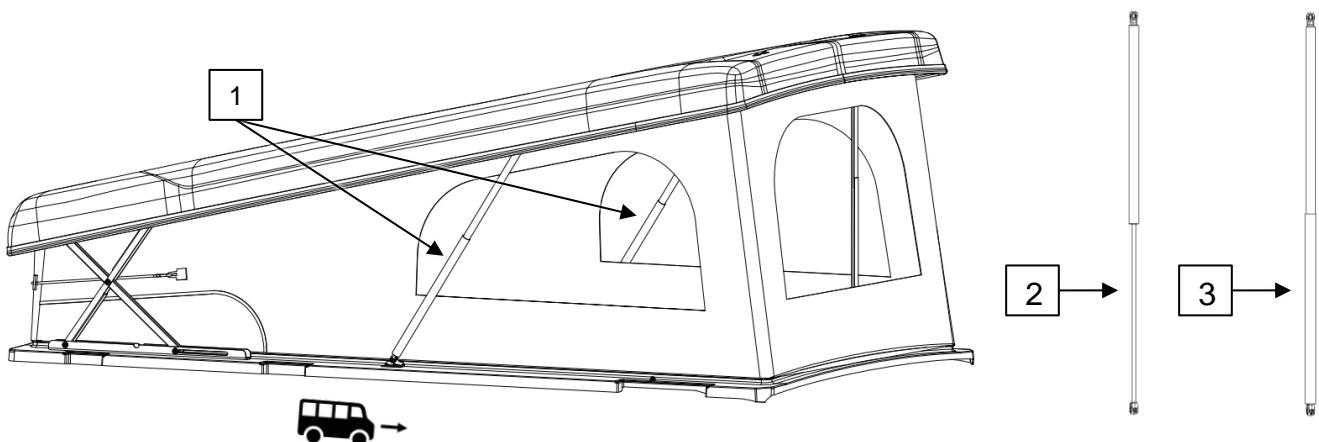

Abb. 4-1: Außenansicht Schlafdach / Exterior view pop top roof [G0001549]
- Gasfedern auf beiden Seiten (s. Abb. 4-1, 1) einhängen: Die Gasfedern werden mit einer Schlaufe vorgespannt geliefert. **Beim Eihängen ist darauf zu achten, dass die Kolbenstange (2) (von dem Schutzrohr (3) abgedeckt) nach unten zeigt!** Die Gasfeder wird zuerst oben an der Dachschale, durch leichten Druck auf den Kugelkopf, eingehängt und danach am GFK-Rahmen.
- Attach the gas springs at both sides (see Abb. 4-1, 1): The gas springs are supplied with a loop pretensioned. **When hooking in, make sure that the piston rod (2) (covered by the protective tube (3)) points downwards!** The gas spring is first hooked on top of the roof shell by applying light pressure to the cooling head and then to the EasyFit frame.